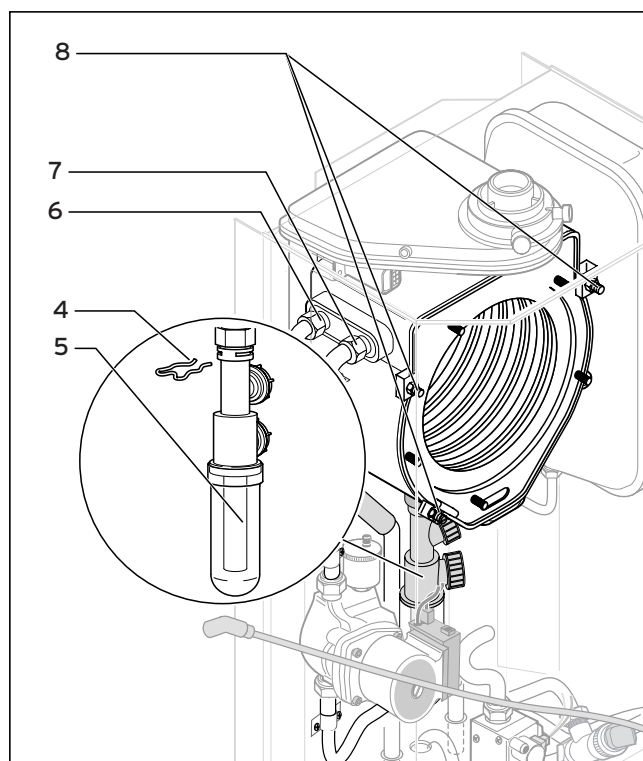

Fig. 8.8 Sostituzione dello scambiatore di calore a condensazione integrale
- Smontare il modulo termico compatto (2) come descritto al paragrafo 7.2.1.
- Estrarre il morsetto (4, fig. 8.8) dal sifone (5), allentare i raccordi a vite del sifone e staccare il sifone dallo scambiatore di calore.
- Allentare l'allacciamento del ritorno (6) nonché l'allacciamento della mandata (7) dallo scambiatore di calore.
- Allentare le tre viti (8) dello scambiatore di calore ed estrarre quest'ultimo dall'apparecchio.